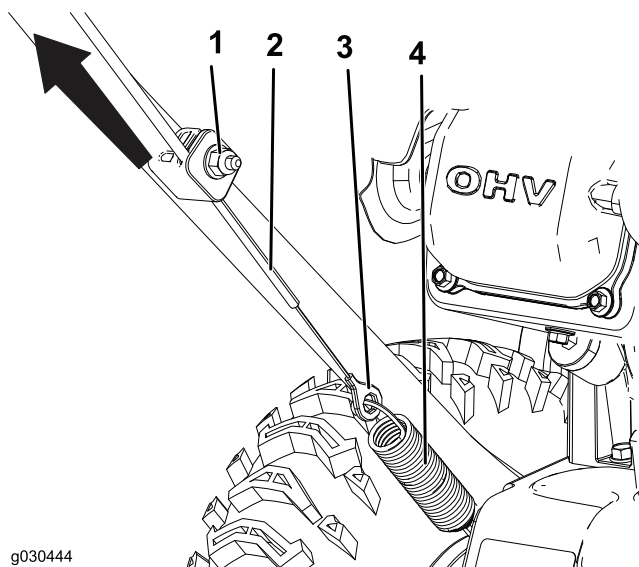

Figure 21
- Desserrez l'écrou sur le collier inférieur du câble, mais ne le retirez pas (Figure 21).
- Tirez sur le câble pour le tendre légèrement (Figure 21).
- Maintenez le câble en place et serrez l'écrou (Figure 21).